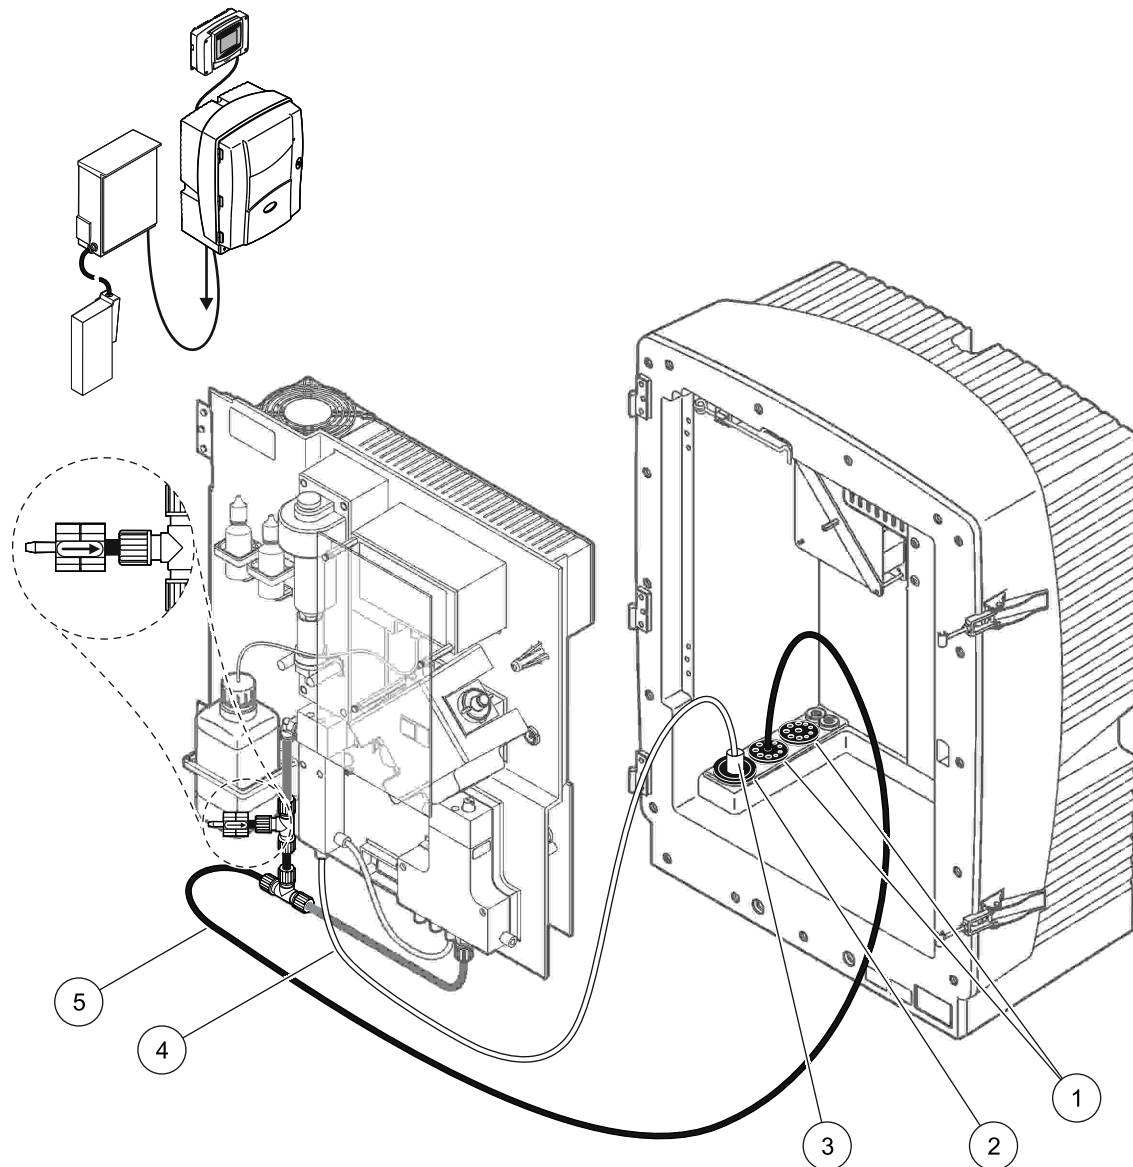

Figura 36 Configuração da opção 8a
Consulte o Figura 36 e as seguintes instruções para a Opção 8a:
2. Alimente a mangueira aquecida do FILTRAX através da abertura do analisador (Figura 36, item 3). Utilize o Conector Vedante #1 para fixar.
3. Alimente o tubo de drenagem através da abertura do analisador (item 5). Utilize o Conector Vedante #3 para fixar.